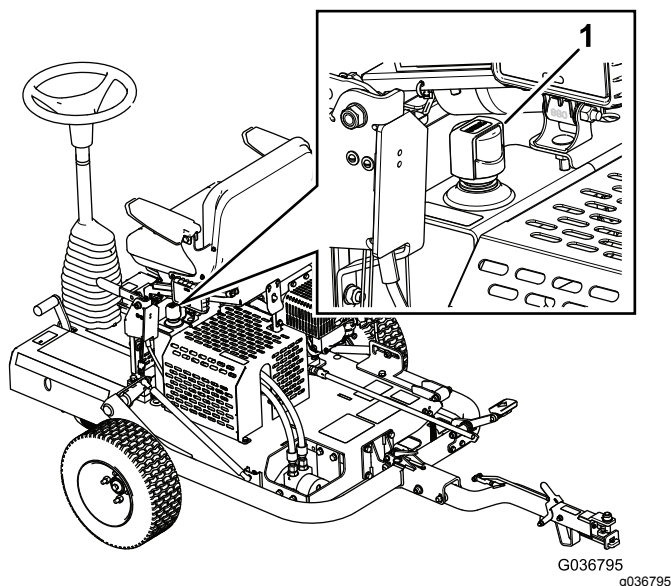

Figura 21
3. Rimuovete il tappo del serbatoio idraulico e controllate il livello del fluido sull'asta di livello (**Figura 21**).